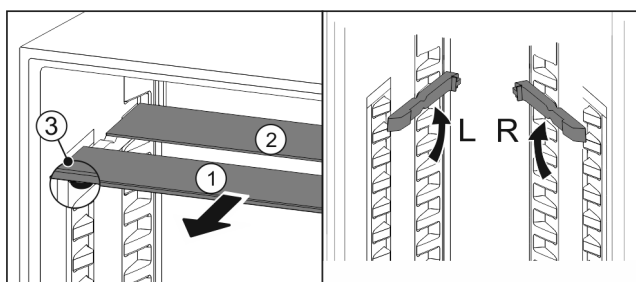

Fig. 91
- Skleněné desky jednotlivě vytáhněte dopředu Fig. 91 (1).
- ▷ Skleněná deska Fig. 91 (1) s ozdobnou lištou leží vpředu.
- ▷ Zárazky Fig. 91 (3) směřují dolů.